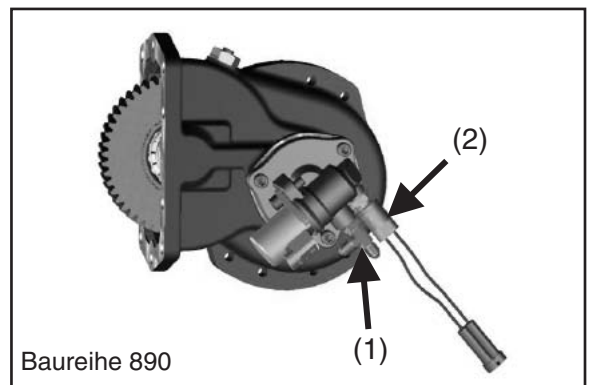

Abb. 3
3. Das T-Stück (1) wie dargestellt in den Druckanschluss an der Ventilkappe einsetzen und mit einem Drehmoment von 18-20 Nm (156-180 lbs. in.) anziehen. Danach den Druckschalter (nur Baureihe 890) (2) wie dargestellt in den Anschluss an der Ventilkappe einsetzen und mit einem Drehmoment von 14-16 Nm (120-140 lbs. in.) anziehen (**Abb. 3**) (**Abb. 3a**).